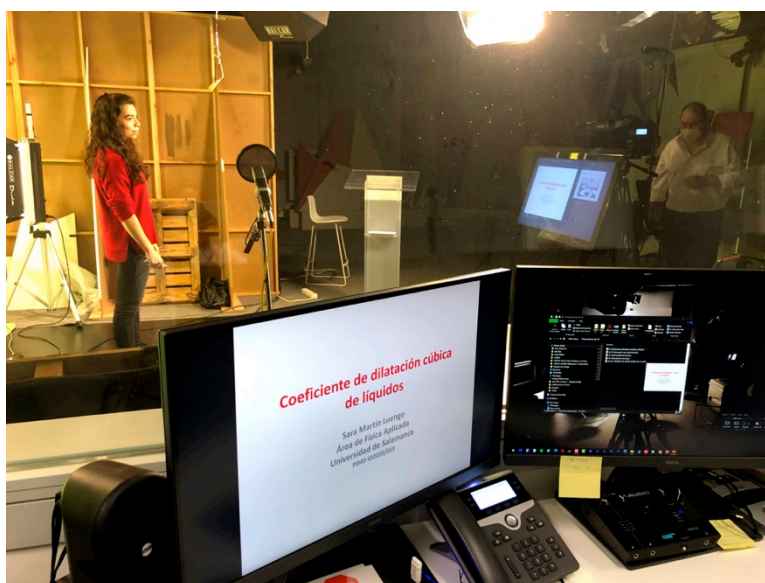

FIGURA 3. Imagen de un momento de la grabación de uno de los vídeos en los estudios de Usal TV.
- Grabación de los vídeos en colaboración con el Servicio de Producción e Innovación Digital de la Universidad de Salamanca (Figura 3).